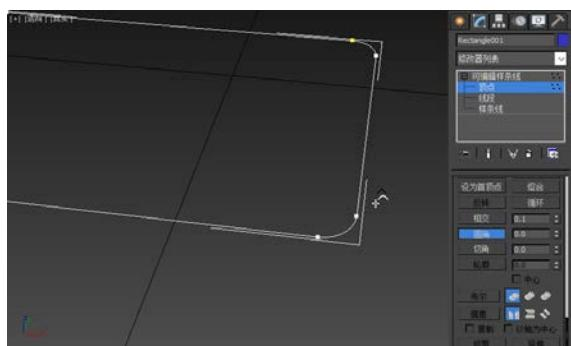

图 3-2-3 进行圆角操作
**STEP 03** 使用【几何体】卷展栏中的【圆角】命令，分别对 4 个顶点进行圆角操作，如图 3-2-3 所示。